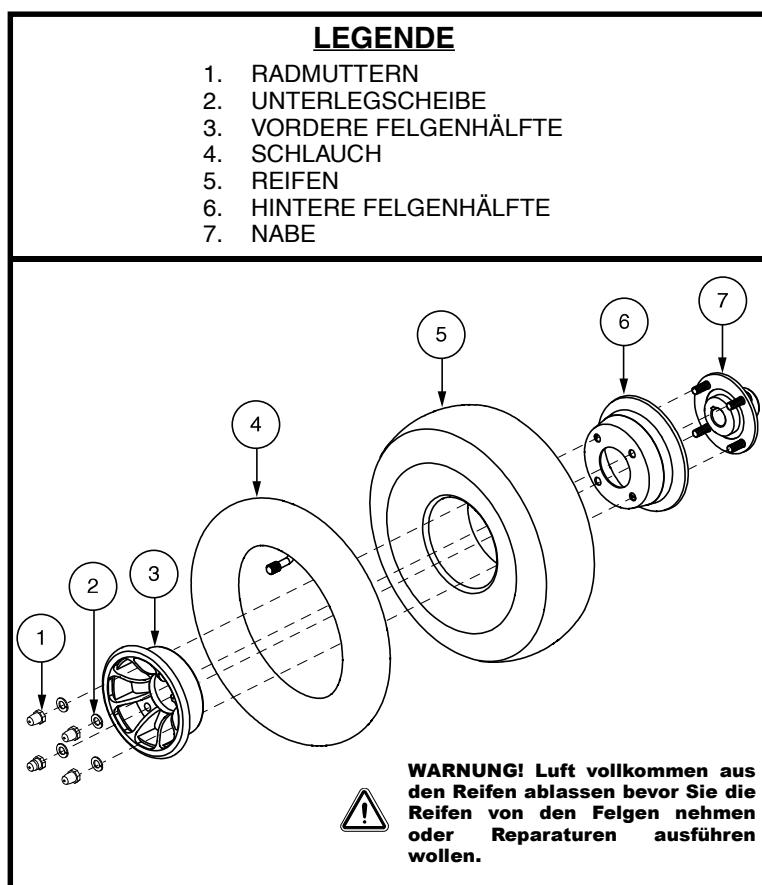

Abb. 30. Luftreifen anbringen/abnehmen
6. Entfernen Sie die Radmuttern und Unterlegscheiben und trennen die beiden Felgenhälften voneinander. **Siehe Abb. 30.**
7. Entfernen Sie den alten Schlauch aus dem Reifen und ersetzen ihn durch einen neuen Schlauch. **Siehe Abb. 30.**
9. Schieben Sie das neue Rad wieder über die Radachse. Versichern Sie sich, dass der Achsenschlüssel in seinem Schlüsselplatz ist. **Siehe Abb. 30.**